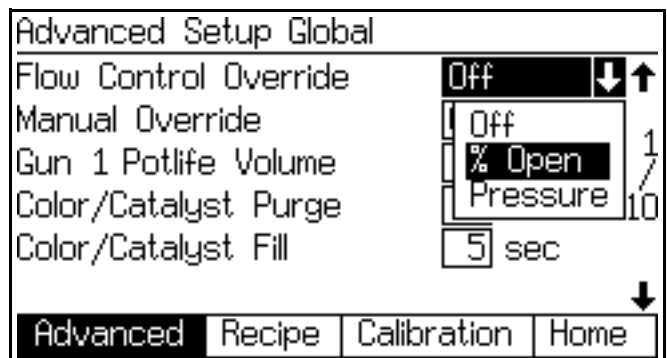
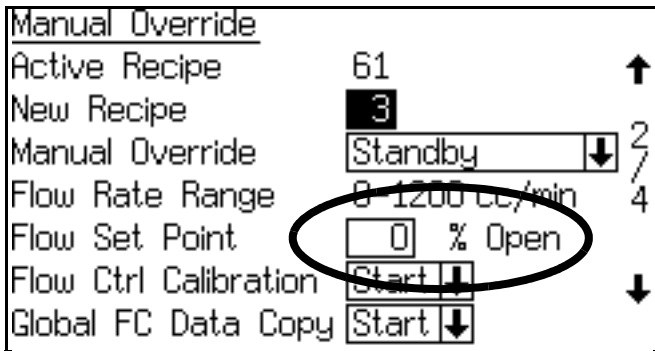

FIG. 92. Menú de derivación del control de caudal
Fig. 93. Punto de ajuste de caudal como un porcentaje
3. Configure la derivación del control de caudal en % Abierto. Vea FIG. 92 y Tabla 12. En la **Pantalla de derivación manual**, el campo de punto de ajuste de caudal se mostrará como un porcentaje abierto (vea la FIG. 93).